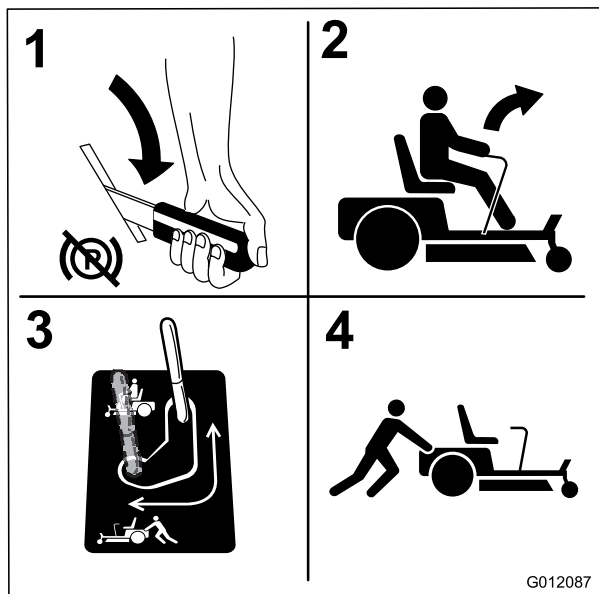

Figure 31
4. Déplacez les leviers de dérivation en arrière, puis abaissez-les pour les bloquer en place comme illustré à la Figure 31 et désengagez les moteurs de roues. Répétez cette procédure de chaque côté de la machine.
Placez la dérivation à la position voulue pour utiliser la machine (Figure 31) et engager les moteurs des roues.